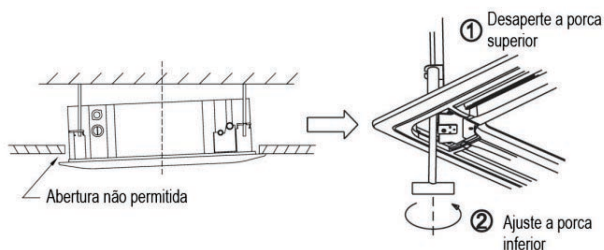

Fig.1-13
- Se existir um intervalo entre o painel e o teto após apertar os parafusos, deverá alterar de novo a altura da unidade interior. (Consulte a Fig. 1-13- à esquerda)
- Poderá alterar a altura da unidade interior através das aberturas existentes nos quatro cantos do painel, se a elevação da unidade interior e do tubo de drenagem não for influenciada. (Consulte a Fig. 1-13- à direita)